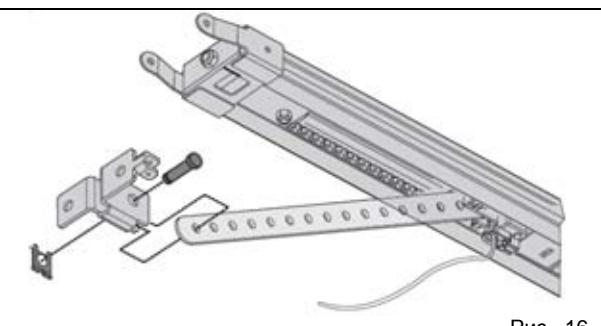

Рис. 16
- 1) Прикрепить крепление к планке каретки (рис. 16).